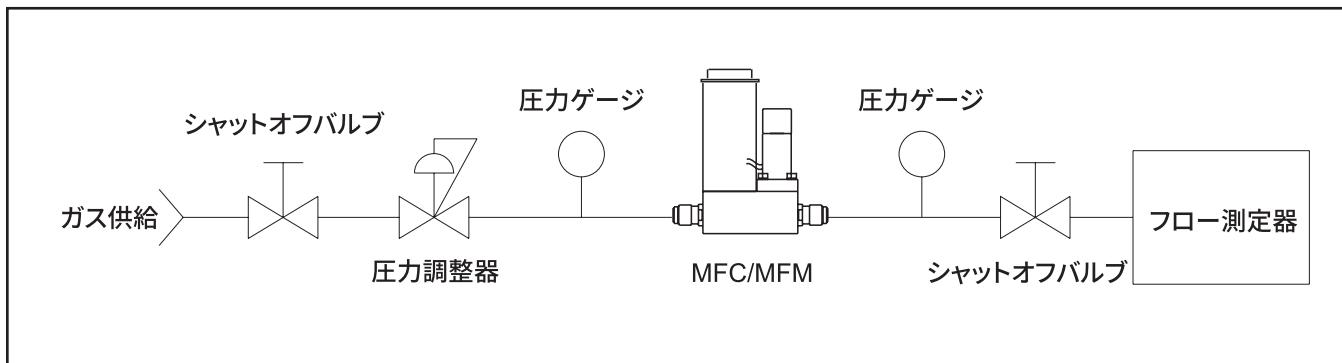

図4-1 ベンチ故障点検回路
1. Brooks SLAMfデジタルシリーズのマスフローメータまたはコントローラの適切な接続を確立します(図4-1参照)。電源を入れ、45分間機器を暖めます。コントローラモデルの場合、設定値をゼロに調整します。この時点では、デバイスをガス源に接続しないでください。出力信号を観察し、必要に応じてゼロ調整手順を実行します(セクション3のゼロ調整機能のゼロ調整を参照)。出力信号がうまくゼロにならない場合は、Brooks Instrumentにご連絡ください。これらのI/O設定が正しいことを確認します。